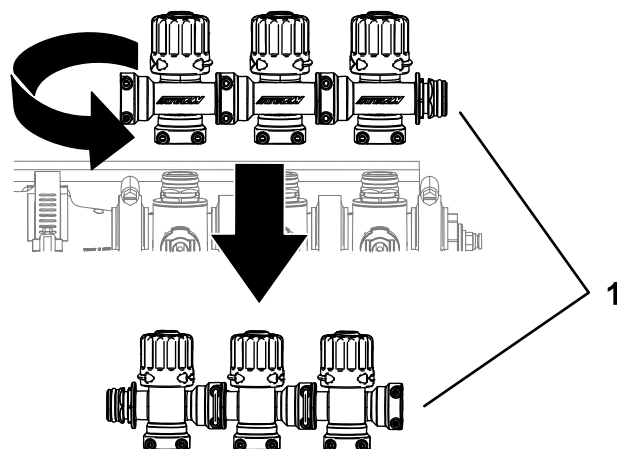

Figura 11
5. Rode o conjunto do grupo de válvulas de distribuição da rampa 180 graus como se mostra na Figura 11.